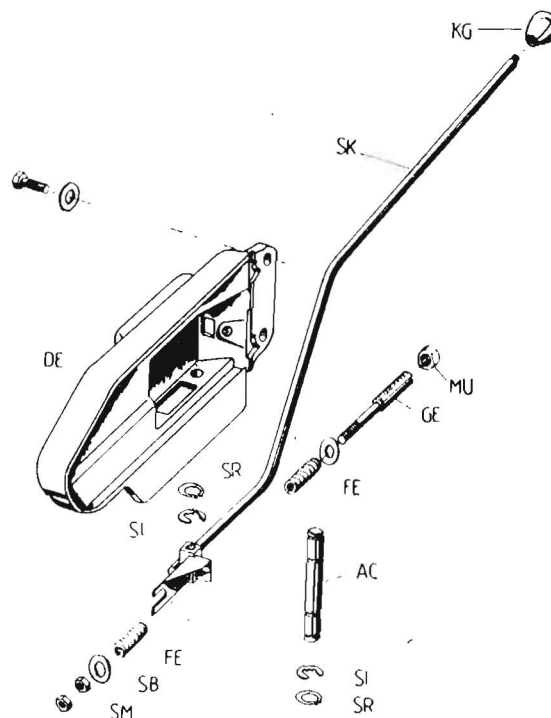

Bild 5/1
1. Lösen der Konterung zwischen den Sechskantmutter (SM)
2. Scheibe (SB) abziehen
3. Hintere Feder (FE) abziehen
4. Konterung zwischen Sechskantmutter (MU) und Deckel (DE) lösen
5. Gewindestift (GE) mit Schraubendreher herausdrehen; dafür ist der Schlitz im Gewindestift vorgesehen
6. Vordere Feder (FE) kann ebenfalls ausgewechselt werden (Bild 5/1)
2. Lösen eines Sicherungsringes (SR) entweder oben oder unten
3. Sicherungsscheibe (SI) abnehmen
4. Achse (AC) durchdrücken
5. Kugelgriff (KG) abdrehen
6. Schaltklaue (SK) nach hinten wegziehen (Bild 5/1)